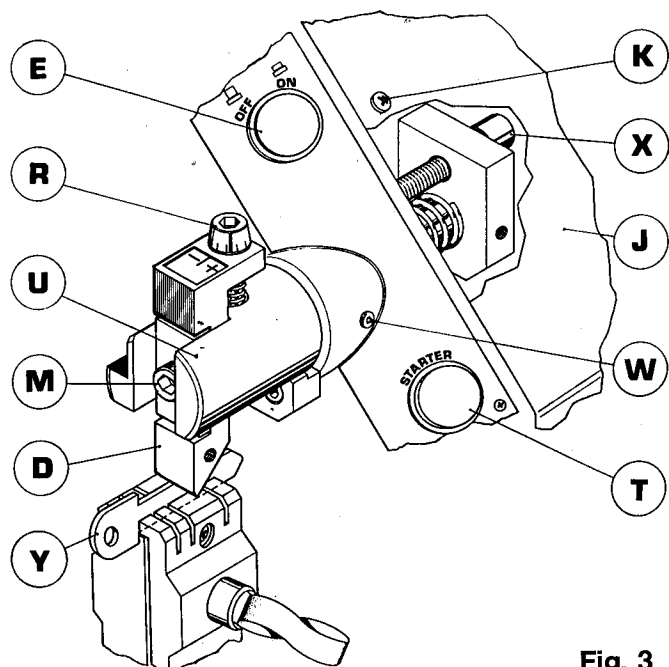

Fig. 3
- Agendo sul pulsante "starter" (T), portare il carrello in posizione inizio ciclo di lavoro e fermare la macchina premendo l'interruttore (E).
Inserire e serrare nei due morsetti (vedi fig. 3 e 3A) le chiavi di aggiustaggio (Y) (cod. D601821ZC, fig. 1) con la scanalatura a V rivolta verso il morsetto e facendo fermo sul morsetto stesso.
1) - **Tastatore "POKER"** (fig. 3).
- Press the starter button (T), take the carriage to its position for beginning the work cycle and turn off the machine with the ON/OFF switch (E).
Insert the adjusting blank (Y) (code D601821ZC, fig. 1) into the two clamps (see fig. 3) with its groove facing the clamp and tighten against the clamp.
- 1) - **"POKER" tracer point** (fig. 3).
- En opérant sur le bouton-poussoir "starter" (T), mettre le chariot en position de départ pour le cycle de travail et arrêter la machine avec l'interrupteur (E).
Insérer et serrer (voir fig. 3) les clés d'ajustage (Y) (cod. D601821ZC, fig. 1) avec l'entaille en "V" tournée vers l'étau en faisant arrêt contre la face de l'étau.
- 1) - **Tâteur "POKER"** (fig. 3).
- Starter-Knopf drücken (T), Schlitten in Ausgangsposition bringen und Maschine durch Betätigen des Schalters (E) stoppen.
Die Schlüssel (Y) (Cod. D601821ZC, Abb. 1) in den beiden Spannbacken (siehe Abb. 3) festklemmen, und zwar mit der V-Nute gegen den Spannbacken und gegen den Spannbacken selbst drückend.
- 1) - **Taster "POKER"** (Abb. 3).
- Mediante el pulsador "Starter" (T) llevar el carro en la posición de comienzo ciclo de trabajo y parar la máquina apretando el interruptor (E).
- Introducir y cerrar en las dos mordazas (véase fig. 3) las llaves de ajuste (Y) (cod. D601821ZC, fig. 1) posicionadas con la acanaladura en "V" hacia la mordaza, parándolas contra la mordaza misma.
- 1) - **Palpador "POKER"** (fig. 3).